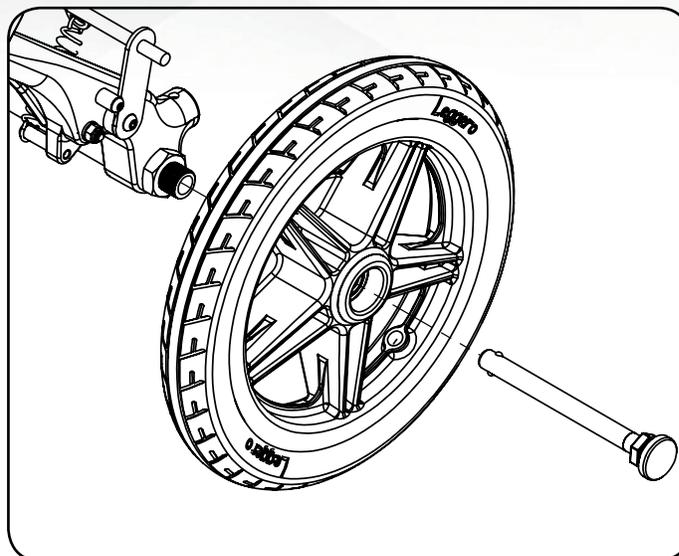

Figure 1
4. Installez les roues arrière, consultez la Figure 1.